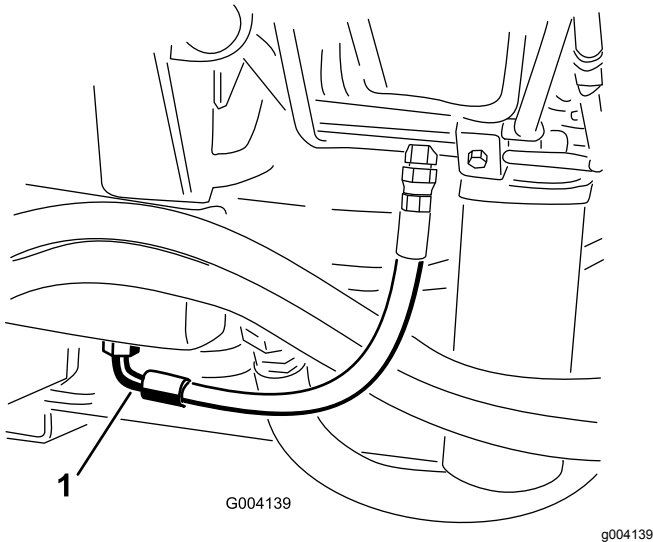

Bild 75
2. Stellen Sie eine große Auffangwanne unter das Anschlussstück, das unten am Behälter der Hydraulikflüssigkeit befestigt ist (Bild 75).